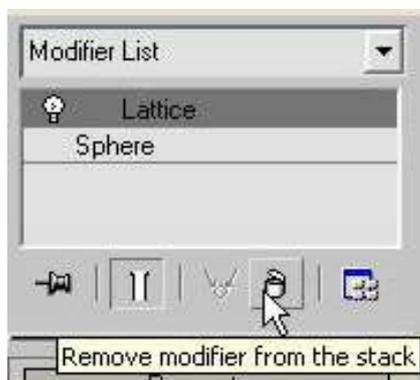

Рис. 23 – Удаление модификатора **Lattice (Решетка)** из стека
4. Последний штрих создания решетки – установка на ее торце пластмассового колпачка (не забывайте о важности небольших деталей, которые придают модели реалистичность). Для этого клонируйте объект **Sphere (Сфера)** – выделите объект, щелкнув на нем мышью, и выполните команду **Edit → Clone (Правка → Клонировать)**. В появившемся окне **Clone Options (Параметры клонирования)** выберите вариант клонирования **Copy (Независимая копия объекта)**. Перейдите на вкладку **Modify (Изменение)** командной панели и в стеке модификаторов удалите из списка модификатор **Lattice (Решетка)** (рис. 23).